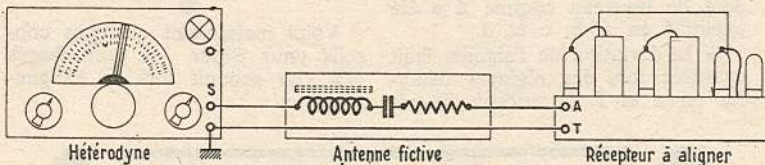

Fig. 2
Enfin, on pourra relier la sortie du générateur HF à l'entrée (douilles antenne-terre) du récepteur en intercalant une « antenne fictive » (voir figure 2). Cette an-
Comme dans le cas du réglage des circuits MF, il nous faut un indicateur d'accord qui sera, soit le propre indicateur cathodique du récepteur, soit un outpûtmètre. Enfin, on pourra relier la sortie du générateur HF à l'entrée (douilles antenne-terre) du récepteur en intercalant une « antenne fictive » (voir figure 2). Cette antenne fictive est constituée par une bobine de 20 microhenrys, un condensateur de 200 pF et une résistance au carbone de 25 Ω , le tout connecté en série. Personnellement, nous n'utilisons que très rarement ce dispositif : Le récepteur à aligner est muni d'une antenne moyenne normale, le circuit d'entrée se trouvant ainsi chargé correctement; quant au générateur HF, il rayonne son signal au moyen d'une tige verticale (cui-vre 20/10 de mm) connectée à la sortie S.
I. — Si le récepteur comporte un dispositif anti-morse intercalé dans l'entrée d'antenne, il convient de le régler aussi. Pour cela, on attaque l'entrée du récepteur par le générateur HF (voir fig. 2), mais directement sans l'intercalation d'une antenne fictive. Le récepteur est réglé sur un point quelconque de la bande PO, et avec le générateur, on injecte un fort signal de fréquence égal exactement à la valeur MF du récepteur. On ajuste alors le filtre anti-morse pour obtenir l'absorption maximum, c'est-à-dire la déviation minimum de l'indicateur d'accord pour la fréquence injectée.